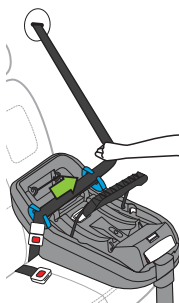

Figure 60a
- Éliminez le mou de la ceinture du véhicule autour de la base en tirant sur la ceinture d'épaule (la partie supérieure de la ceinture sur la base) sur le côté et maintenez-la comme indiqué à la **Figure 60a**.